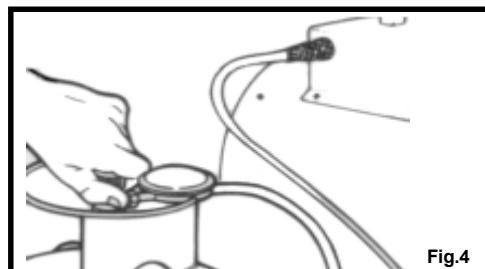

Fig.4
4. Nach Zündung der Flamme Gas-druckknopf 15-20 Sekunden gedrückt halten, um die thermischen Sicherheitsvorrichtungen zu aktivieren. (Abb. 4).